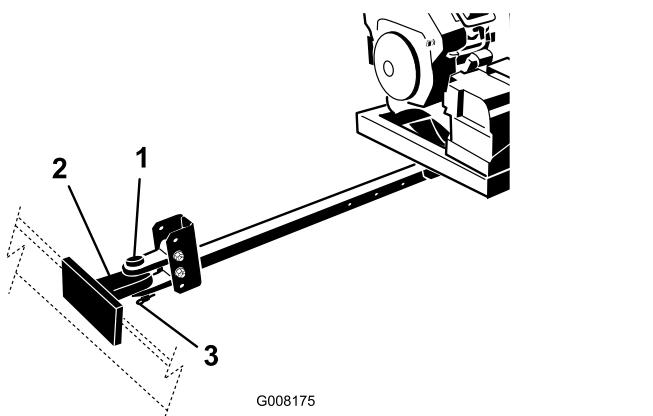

Figure 6
7. Accouplez la chape d'attelage du souffleur de débris à l'attelage du véhicule tracteur à l'aide de la goupille d'attelage et de la goupille de sécurité (Figure 6).